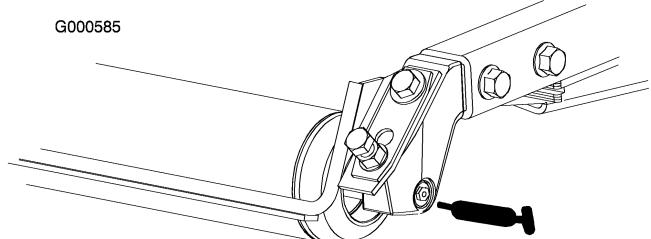

Figura 26
- Rolamentos do rolo traseiro (2 por cada unidade de corte) (Figura 26)
Nota: Os bocais de embeber nos rolamentos (Figura 26) necessitam de um adaptador de bocal de pistola de pulverização. Encomende a peça nº 107-1998 da Toro ao seu distribuidor autorizado Toro.